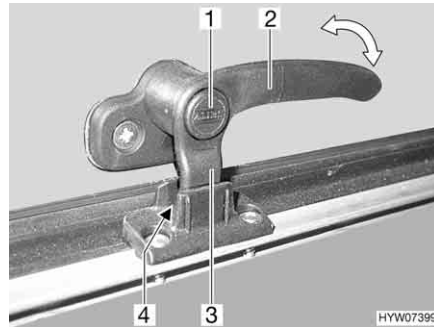
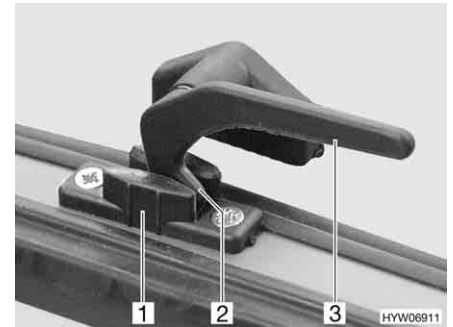

Fig. 81 Levier de verrouillage avec bouton de sécurité en position "Aération permanente"
Fig. 82 Levier de verrouillage en position "Aération permanente"
- En position "Aération permanente" (Fig. 81 et Fig. 82)
- S'il existe, appuyer sur le bouton de sécurité (Fig. 81,1) et le maintenir enfoncé.
- Tourner le levier de verrouillage (Fig. 81,2 ou Fig. 82,3) d'un quart de tour vers le centre de la fenêtre.
- Remettre le levier de verrouillage en position initiale. Le tenon de verrouillage (Fig. 81,3 ou Fig. 82,2) du levier de verrouillage doit pénétrer alors dans le logement prévu à cet effet dans le verrouillage de fenêtre (Fig. 81,4 ou Fig. 82,1).
- Relâcher le bouton de sécurité (Fig. 81,1) s'il y en a un.